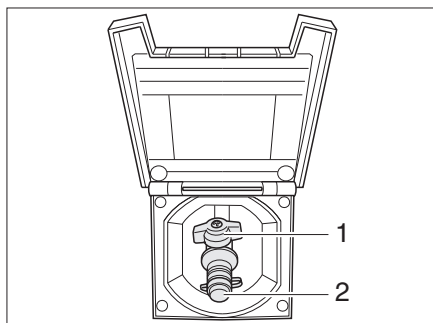

Fig. 232 Raccordement externe de gaz avec robinet d'arrêt de gaz fermé
Le raccordement externe de gaz (Fig. 232) se trouve du côté droit du véhicule. Dans des cas exceptionnels, le raccordement de gaz se trouve également du côté gauche du véhicule ou à l'arrière.
- Raccorder l'appareil à gaz externe sur le raccord (Fig. 232,2).
- Ouvrir le robinet d'arrêt de gaz (Fig. 232,1).